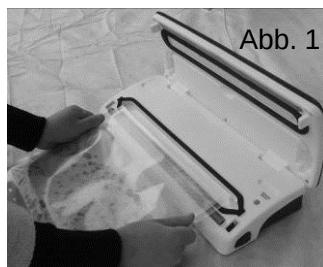

Abb. 1
3. Legen Sie den Beutel so auf das Gerät, dass sein offener Teil in die Kammer reicht. Sorgen Sie dafür, dass der Beutel nicht die Absaugöffnung (Abb. 1) überdeckt.